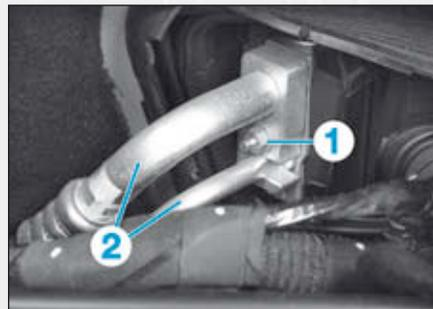

FIG.7
- Déposer l'écrou (1) (Fig.7).
- Désaccoupler les canalisations (2) de réfrigération perpendiculairement au détendeur en évitant de les déformer.